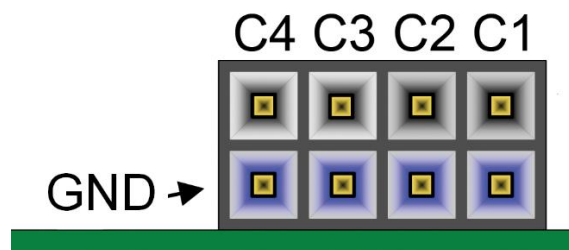

FIGURA 4. CONEXIÓN DE LOS PINES EN LA PLACA DE EXPANSIÓN DE ALTA VELOCIDAD
25. Conecte una referencia a uno de los pines **GND** siguiendo la figura 4.
26. Conecte las salidas de los cuatro canales siguiendo la figura 4.